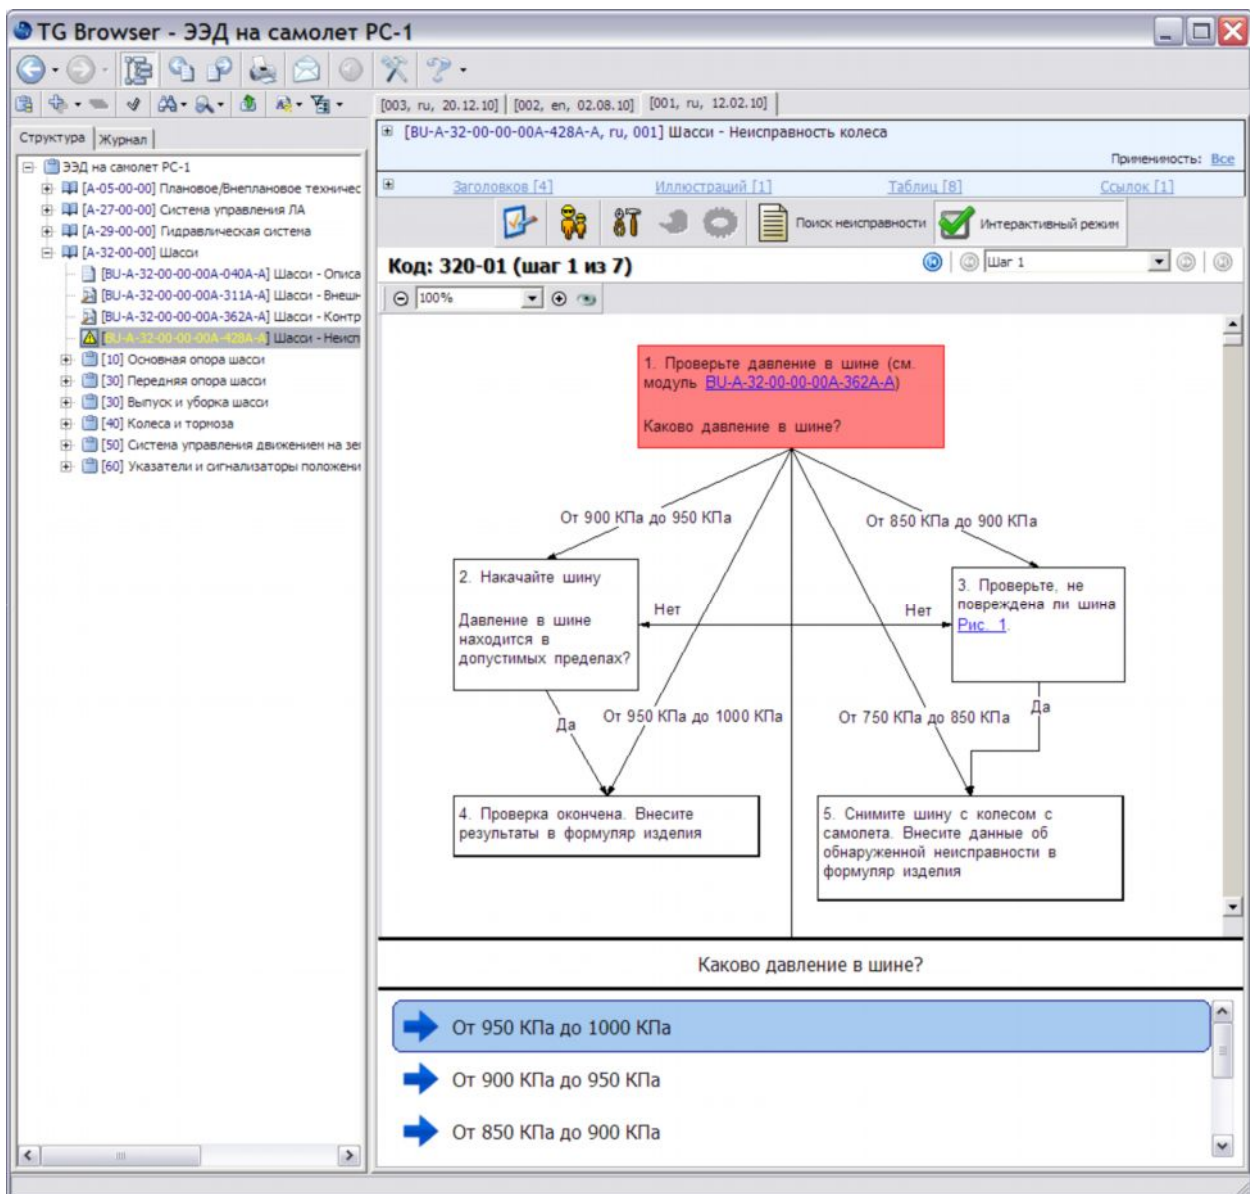

Рис. 6.87
6. Прочитайте сообщение и нажмите на кнопку **ОК**. После этого в правом окне появится содержимое модуля данных, соответствующее интерактивному режиму просмотра (Рис. 6.87).